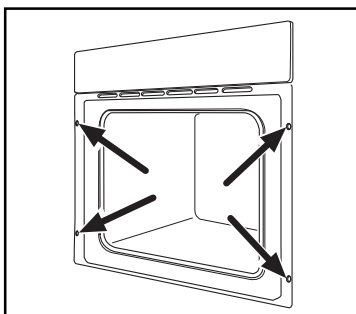

Fig. 13
- Ouvrir la porte du four et fixer le corps du four au meuble à l'aide de quatre vis à bois s'adaptant aux trous pratiqués à cet effet sur les montants latéraux (Fig. 13).